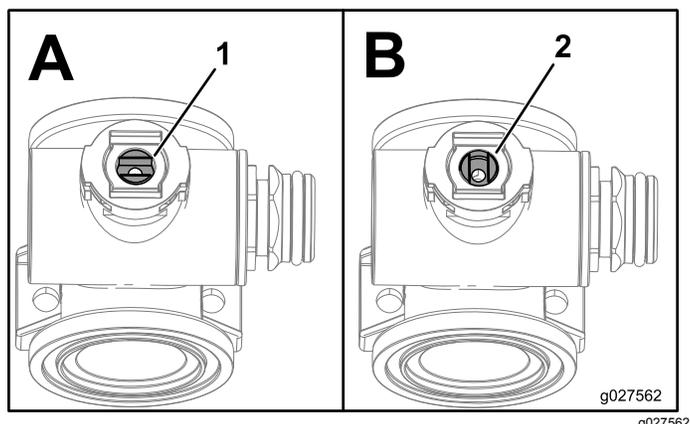

Figura 113
- Posicione a haste da válvula para que fique na posição fechada (Figura 113 B).
3. Rode a haste da válvula para que a esfera fique na posição aberta (Figura 113 A).